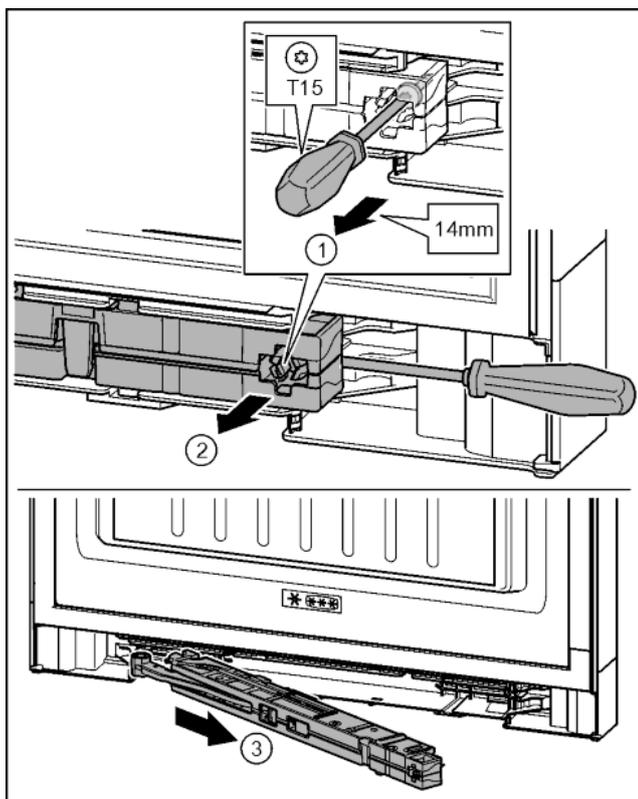

Fig. 20
- ▶ Allentare di circa 14 mm la vite nell'unità dell'ammortizzatore di chiusura con il cacciavite T15. Fig. 20 (1)
- ▶ Con un cacciavite portarsi lato maniglia dietro l'unità dell'ammortizzatore di chiusura. Ruotare l'unità in avanti. Fig. 20 (2)
- ▶ Estrarre l'unità. Fig. 20 (3)